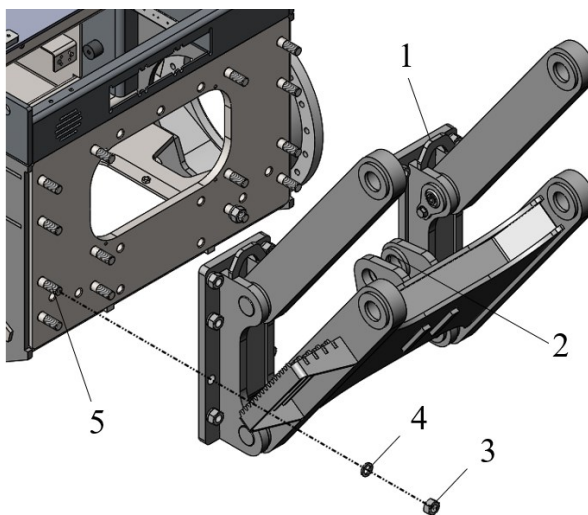

Рисунок 3.122. Звено в сборе
- ▶ Используя проушины 2 поднять звено 1, рис. 3.122;